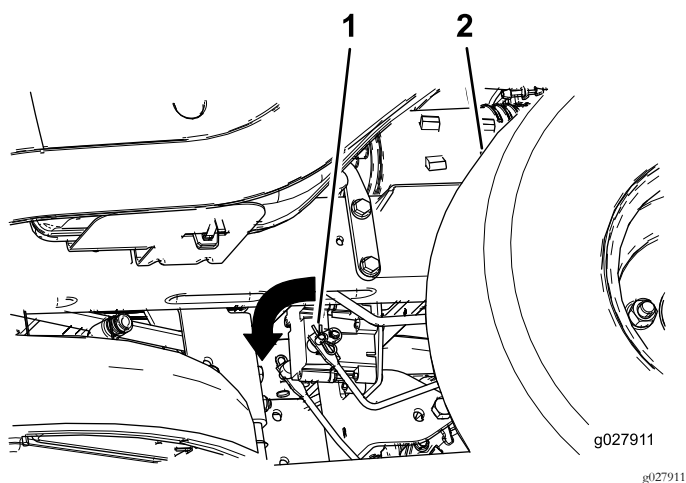

Figure 53
3. Localisez l'arbre sur le frein électrique au point de connexion des bras de liaison (Figure 53).